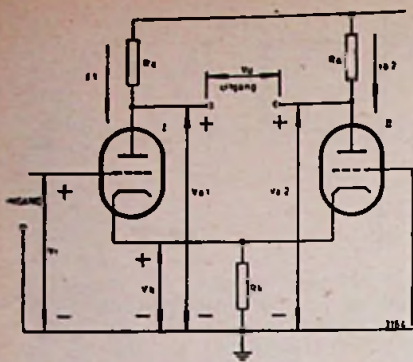

Fig. 23
2. Buizen I en II zijn gelijk en mogen worden beschouwd als pentoden met steilheid S en een inwendige weerstand die zeer groot is t.o.v. R_a en R_k . (zie fig. 23).